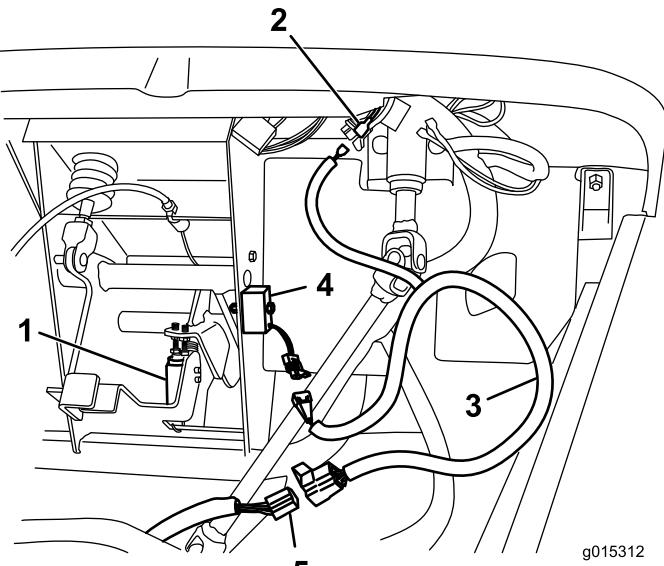

Bild 1
1. Befestigen Sie das Elektro-Sofortstartmodul mit einer Schraube (1/4 x 1-3/8 Zoll) und Bundmutter (1/4 Zoll) am Pedalrahmen, wie in Bild 1 dargestellt.
2. Schließen Sie den vorhandenen Kabelbaumanschluss vom Pedalschalter ab (Bild 1).
3. Den vorderen Kabelbaum für den Elektro-Sofortstart (Bild 1) finden Sie in den lose mitgelieferten Teilen.
passenden Anschluss an und schließen Sie das andere Ende an den vorhandenen Kabelbaumstecker (Bild 1) an.
5. Ermitteln Sie den mit Key Start“ beschrifteten Anschlussdraht unter den vorhandenen Kabeln. Schließen Sie den Elektro-Sofortstartdraht am vorderen Kabelbaum des Elektro-Sofortstarts am beschrifteten Anschlussdraht am Fahrzeug an (Bild 1).